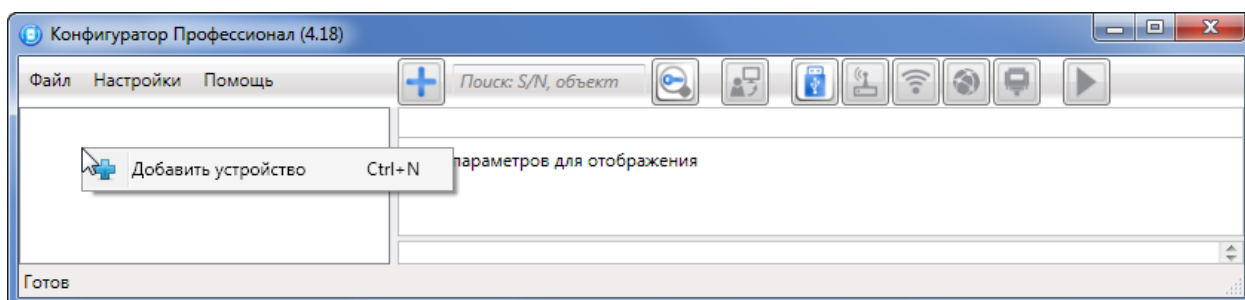

Рисунок 4.4 — Регистрация контроллера вручную
1. Щелкните правой кнопкой мыши по свободному месту в области дерева устройств программы *Конфигуратор Профессионал* и в появившемся меню выберите *Добавить устройство* (см. рисунок 4.4);